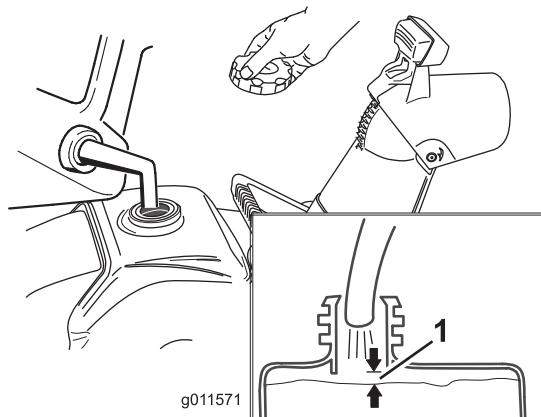

Figure 13
- Ne remplissez par le réservoir de carburant excessivement (voir Figure 13) et vissez solidement le bouchon du réservoir.